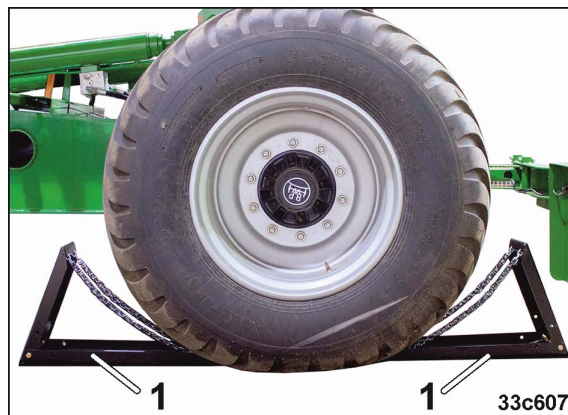

Рис. 110
10. Зафиксируйте колесо агрегата двумя противооткатными упорами (Рис. 110/1).